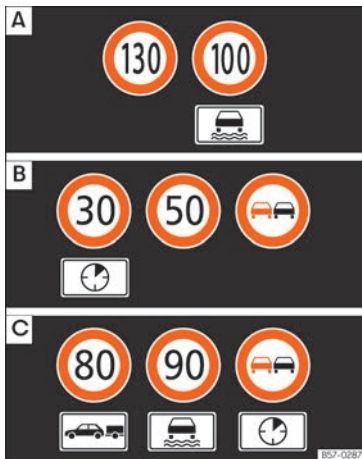

Abb. 57 Am Bildschirm des Kombi-Instruments: Beispiele für erkannte Geschwindigkeitsbeschränkungen oder Überholverbote mit den entsprechenden Zusatzzeichen.
Die vom System erkannten Verkehrszeichen werden am Bildschirm des Kombi-Instruments »» **Abb. 57** und je nach installiertem Navigationssystem auch im Infotainment-System »» Seite 92 angezeigt.
Bei eingeschalteter Verkehrszeichenerkennung erfasst das Fahrzeug die vor ihm befindlichen Verkehrszeichen über eine Kamera an der Basis des Innenspiegels. Nach Überprüfung und Auswertung der Informationen der Kamera, des Navigationssystems sowie der aktuellen Fahrzeugdaten werden bis zu drei aktuelle Verkehrszeichen **» Abb. 57 [B]** mit den entsprechenden Zusatzinformationen angezeigt.
- **Erste Stelle:** Das für den Fahrer gegenwärtig gültige Verkehrszeichen wird auf dem Display links angezeigt. Zum Beispiel die Geschwindigkeitsbegrenzung **130 km/h (100 mph)** **» Abb. 57 [A]**.
- **Dritte Stelle:** An dritter Stelle steht ein Zeichen, das nur beschränkt gültig ist, zum Beispiel ein Überholverbot für einen bestimmten Zeitraum **» Abb. 57 [C]**.